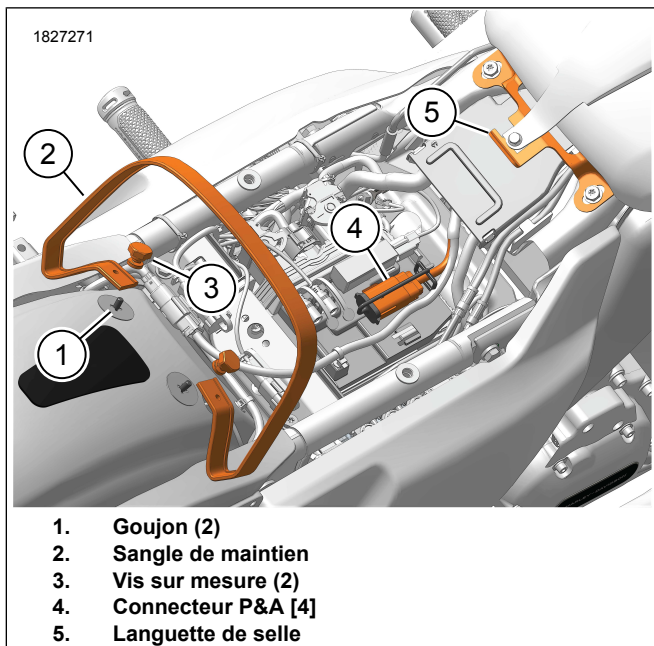
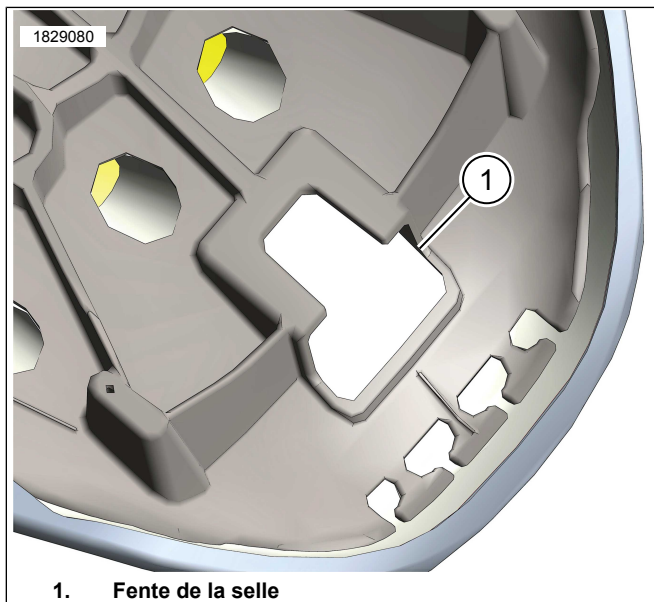

Figure 2. Emplacements des composants
Figure 3. Fente de montage de la selle
1. Voir la figure 2. Poser la **nouvelle** sangle de maintien (4).
- a. Installer la sangle de maintien (2) sur les goujons (1).
- b. Installer des vis personnalisées (3).
3. Voir la figure 2. Brancher le connecteur de selle au connecteur des accessoires P&A (4).
5. Voir la figure 2. Insérer l'arrière de la selle à l'aide de la sangle de maintien (2) jusqu'à ce que la fente de montage de la selle (1, Figure 3 ) située sous l'avant de la selle se trouve derrière la patte de la selle (5).
6. Voir la figure 2. Faire glisser la selle vers l'avant jusqu'à ce que la languette de la selle s'engage complètement dans la fente de montage de la selle (5).